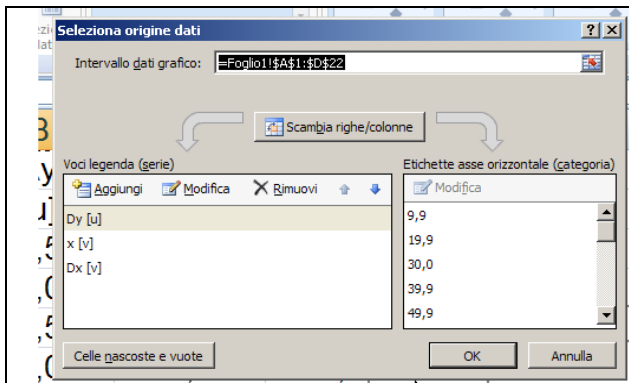

Figura 3 – Finestra Excel per la selezione dei dati
- o Nella seconda riga dei comandi clickare su SELEZIONA DATI , appare la finestra di figura 3,